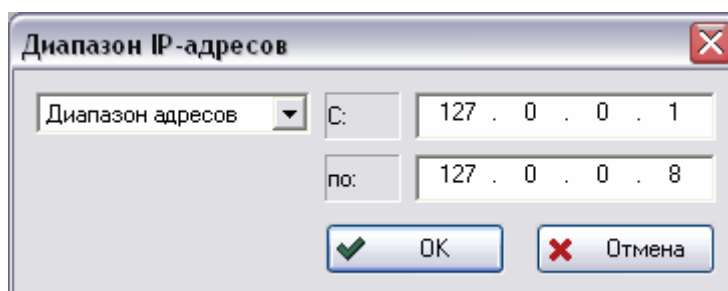

Рис. 34 Диапазон IP-адресов
2. В появившемся окне **Диапазон IP- адресов** (Рис. 34) выберите из выпадающего списка вариант либо **Один адрес** для возможности входа в БД только с одного IP-адреса, либо **Диапазон адресов**, для возможности входа с IP-адресов, входящих в этот диапазон.